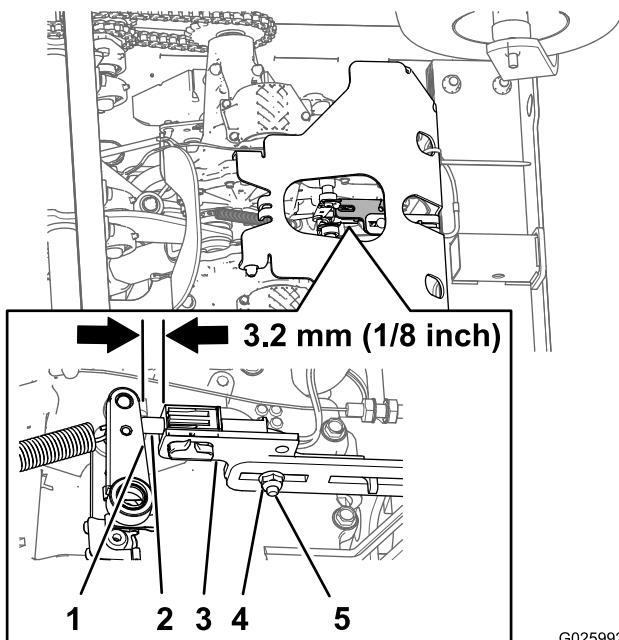

Figure 55
5. Vérifiez la distance entre le support du contacteur du frein de stationnement et le bras de frein de la transmission (Figure 55).
- A. Desserrez le contre-écrou et le boulon de carrosserie qui fixent le support du contacteur de frein de stationnement (Figure 55).
- B. Ajustez la position support du contacteur de frein jusqu'à ce que le support et le bras de frein soient espacés de 3,2 mm ($\frac{1}{8}$ po) (Figure 55).
- C. Resserrez le contre-écrou et le boulon de carrosserie (Figure 55) qui fixent le support du contacteur de frein à un couple de 10,17 à 12,43 N·m (90 à 110 po-lb).